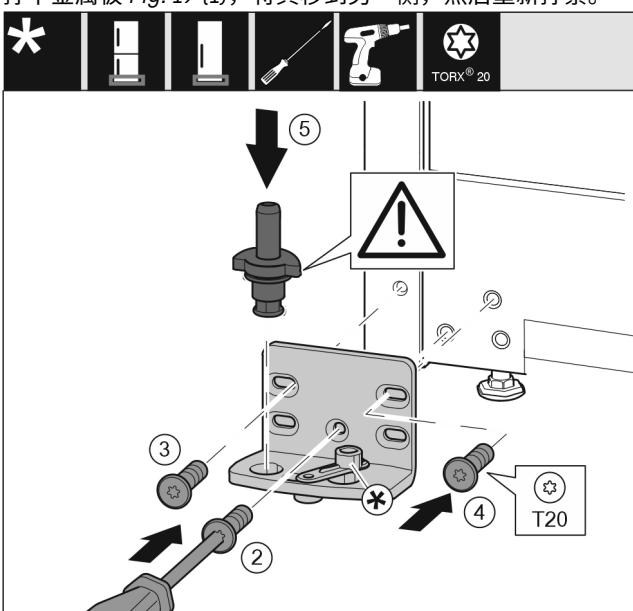

Fig. 20
- ▶ 将托架安装到另一侧，并借助螺丝刀旋紧。用螺钉 Fig. 20 (2)从底部的中心开始。
- ▶ 拧紧螺钉 Fig. 20 (3)和螺钉 Fig. 20 (4)。
- ▶ 将轴承螺栓 Fig. 20 (5)完全装入。同时注意止动凸轮需指向后方。